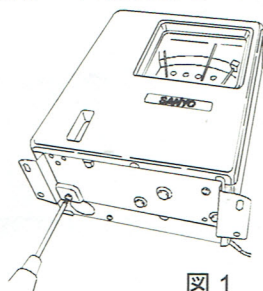

図 1
1. 保冷库用自記温度記録計(MTR-0620LH)に、記録計に同梱されている説明書を参考にして、取付金具を取付けます。(図 1)